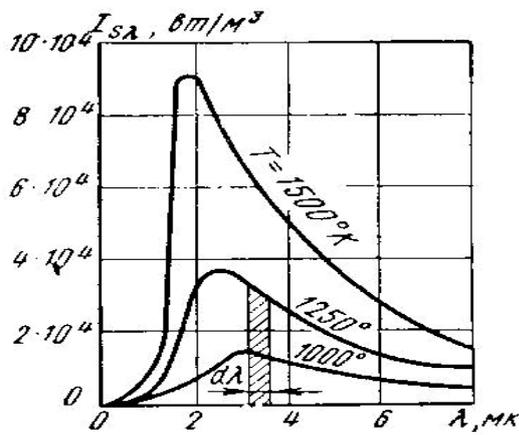

Рис. 11.1.
Абсолютно черное тело при данной температуре испускает лучи всех длин волн от  $\lambda = 0$  до  $\lambda = \infty$ . Если каким-либо образом отделить лучи с разными длинами волн друг от друга и измерить энергию каждого луча, то окажется, что распределение энергии вдоль спектра различно. По мере увеличения длины волны энергия лучей возрастает, при некоторой длине волны достигает максимума, затем убывает. Кроме того, для луча одной и той же длины волны энергия его увеличивается с возрастанием температуры тела, испускающего лучи (рис.11.1).
Из рис.11.1 видно, что для любой температуры интенсивность излучения  $I_{s\lambda}$  возрастает от нуля (при  $\lambda=0$ ) до своего наибольшего значения, а затем убывает до нуля (при  $\lambda=\infty$ ). При повышении температуры интенсивность излучения для каждой длины волны возрастает.
**Закон смещения Вина.** Кроме того, из рис.11.1 следует, что максимумы кривых с повышением температуры смещаются в сторону более коротких волн. Длина волны  $\lambda_{ms}$ , отвечающая максимальному значению  $I_{s\lambda}$ , определяется *законом смещения Вина*:
Элементарная площадка на рис.11.1, ограниченная кривой  $T = \text{const}$ , основанием  $d\lambda$  ординатами  $\lambda$  и  $\lambda + d\lambda$  ( $I_{s\lambda}$ ) определяет количество лучистой энергии  $dE_s$  и называется *лучеиспускательной способностью абсолютно черного тела* для длин волн  $d\lambda$ . Вся же площадь между любой кривой  $T = \text{const}$  и осью абсцисс равна интегральному излучению черного тела в пределах от  $\lambda = 0$  до  $\lambda = \infty$  при данной температуре.
Отмечая на рис.11.1 количество энергии, отвечающей световой части спектра (0,4—0,8 мк), нетрудно заметить, что оно для невысоких температур очень мало по сравнению с энергией интегрального излучения. Только при температуре солнца  $\sim 6000$ К энергия световых лучей составляет около 50% от всей энергии черного излучения.